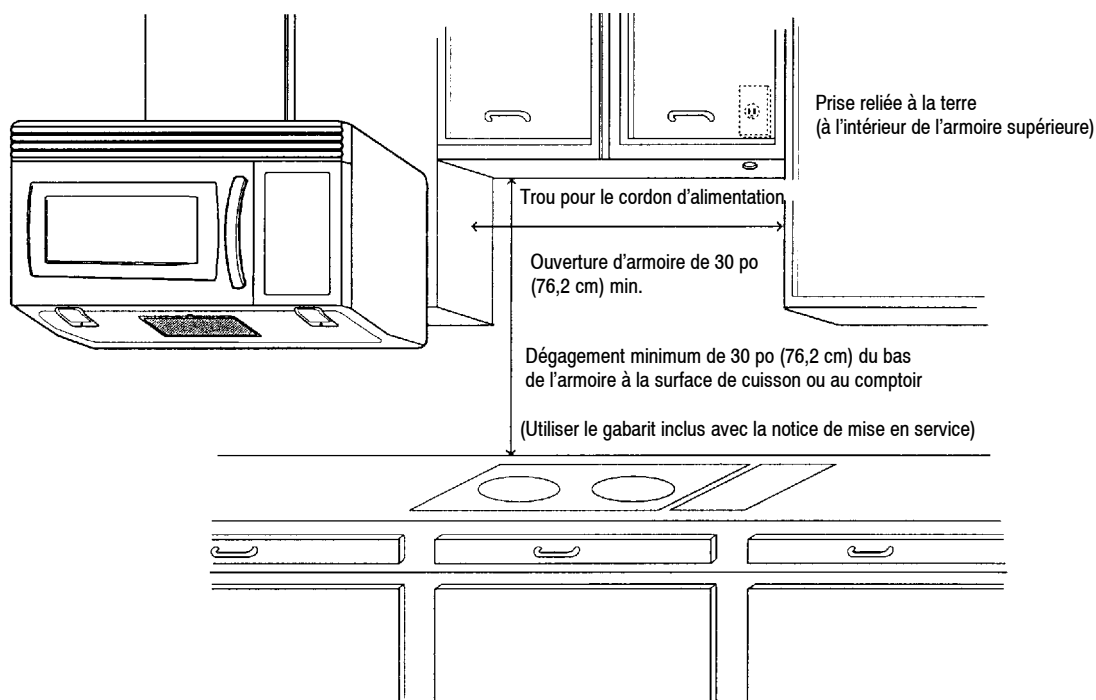

Figure 3
- S'ASSURER d'avoir suffisamment d'espace. Voir la figure 3 ci-dessous pour les dégagements minimum verticaux et horizontaux nécessaires.